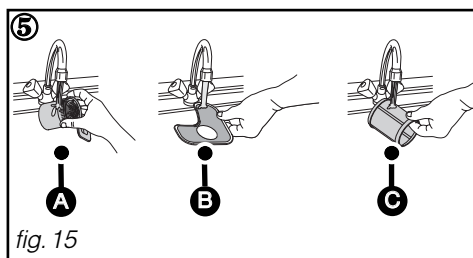

fig. 15
- ② De afvalfilter een kwart slag losdraaien en dan **A**.
- ③ De hoofdfilter verwijderen **B**.
- ④ De zeef van de micro-filter verwijderen **C**.
- ⑤ De filters **A**, **B** en **C** zorgvuldig schoonmaken onder de kraan (fig. 15).